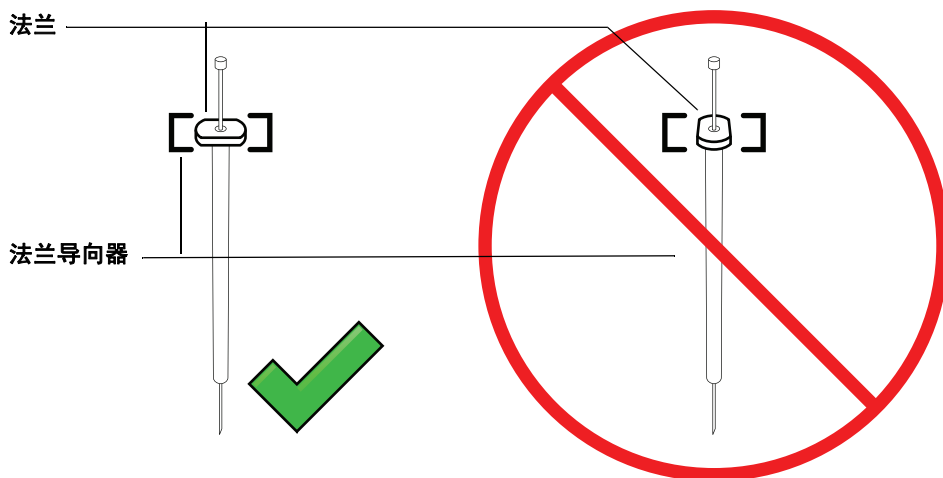

图 95 进样针法兰方向
- 7 将进样针法兰与法兰导向器对齐，将进样针放置到位，同时让针头留在针头支撑底座的导孔中。确保进样针法兰的平整边朝外（图 95）。